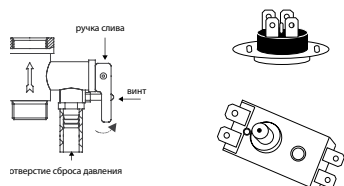

Рис. 14
- для водонагревателей серий Diamante Collezione, Diamante Inox Collezione, Diamante Inox Collezione Orizzonte: открутить гайку крепления термовыключателя, закрепленного на фланце ТЭНа, перевернуть термовыключатель и нажать до щелчка кнопку, расположенную по центру термовыключателя рис.14;